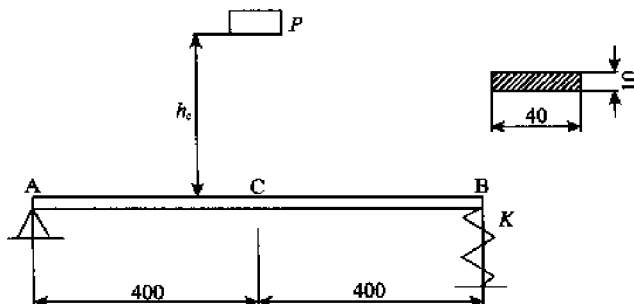

图 11-21
1. 如图 11-21 所示矩形截面刚梁, A 端是固定铰支座, B 端为弹簧支撑。在该梁的中点 C